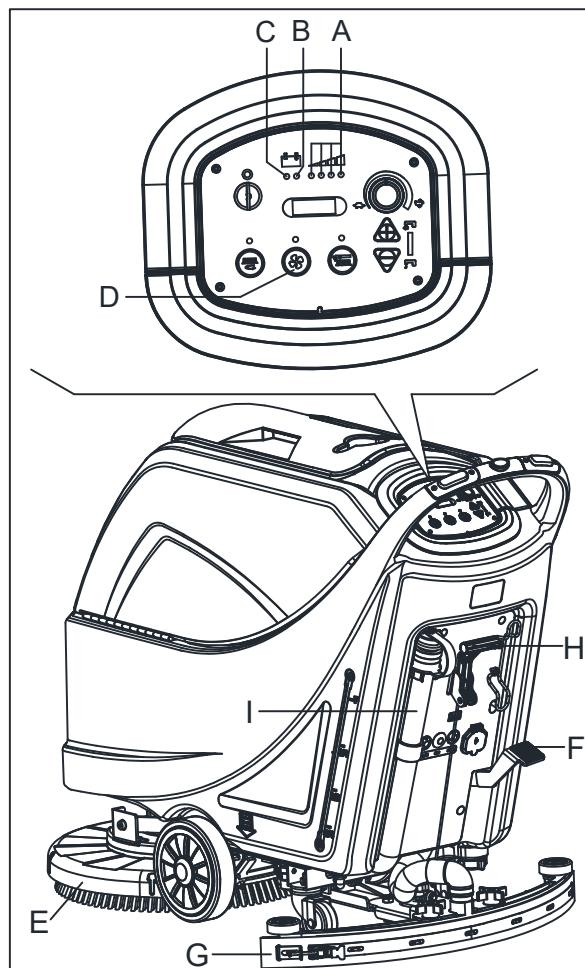
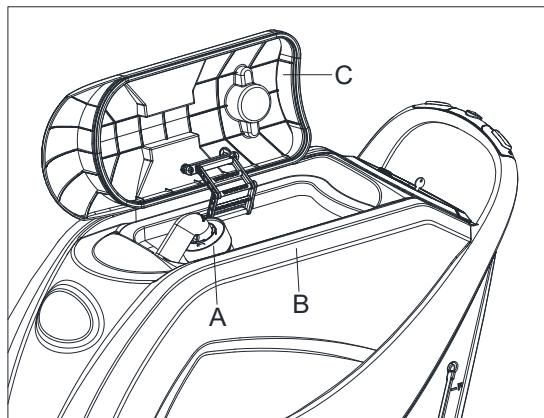

Рисунок 10
Рисунок 11
До тех пор пока горит зеленый предупреждающий световой сигнал (A, Рисунок 10), батареи обеспечивают нормальную работу машины. Когда зеленый предупреждающий световой сигнал (A) выключается, и включается желтый предупреждающий световой сигнал (B), рекомендуется зарядить батареи, потому что оставшегося заряда хватит на несколько минут (в зависимости от характеристик батареи и осуществляемой работы). Когда загорается красный предупреждающий световой сигнал (C), батареи полностью разряжены. Через несколько секунд, щетка/штатив подкладки выключаются автоматически, в то время как вакуумная система и (только для машин с тяговым усилием) приводная система останутся включенными, для завершения сушки пола и перемещения машины в определенное место подзарядки.
Автоматическая плавающая система выключения (A, Рисунок 11) блокирует вакуумную систему, когда бак утилизации (B) полон. Дезактивизация вакуумной системы сигнализируется внезапным увеличением частоты шума двигателя вакуумной системы, а также пол не высыхает.
Если вакуумная система выключилась случайно (например, когда поплавок активируется из-за внезапного движения машины), для возобновления работы: выключите вакуумную систему, нажав на переключатель (D, Рис. 10), затем откройте крышку (C, Рисунок 11) и проверьте и убедитесь, что поплавок внутри решетки (A) находится ниже уровня воды. Затем закройте крышку (C) и включите вакуумную систему, нажав на переключатель (D, Рисунок 10).
Когда бак утилизации (B, Рис. 11) полон, слейте его в соответствии со следующей процедурой.
2. Поднимите настил щетки/штатива подкладки (E, Рисунок 10), нажав на педаль (F, Рисунок 10). (только для дисковой машины).
3. Поднимите швабру (G, Рисунок 10) при помощи рычага (H, Рисунок 10).
5. Слейте бак утилизации при помощи шланга (I, Рисунок 10). Затем промойте бак (B, Рисунок 11) чистой водой.